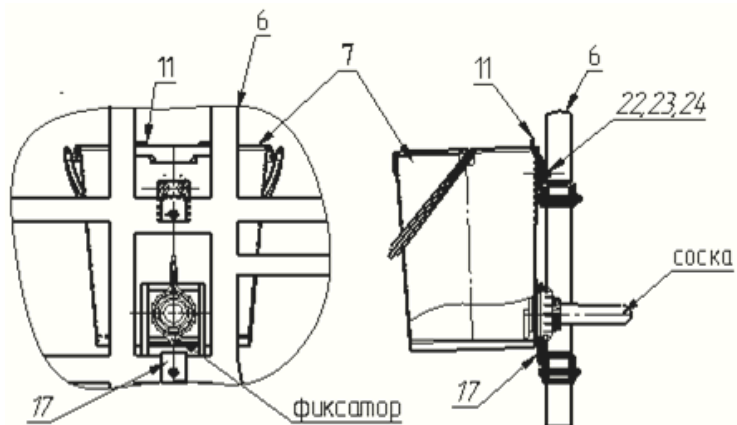

Рис.5 Схема установки и регулировки кронштейна поилки 6-передняя стенка ограждения; 7 – поилка для телят 11 – кронштейн поилки; 17-кронштейн соски поилки
Для кормления (поения) теленка поилка (7) навешивается на специальный кронштейн (11) (Рис.5) и фиксируется фиксатором расположенном на соске от произвольного снятия с кронштейна.